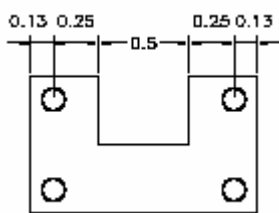

图 8-50 利用 QDIM 命令创建连续标注
(1) Continuous。创建一系列的连续标注，如图 8-50 所示。